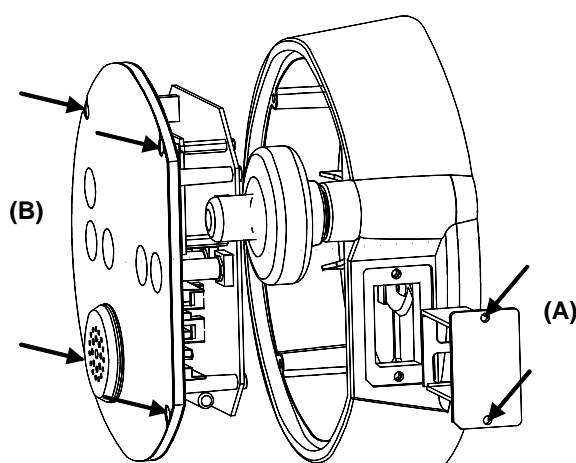

Figure 8-10
- Retirer les 2 vis (A) à l'aide de la clé Allen de 2.5 mm et tirer la porte-pile comme l'indique la Figure 8-10.
- Dévisser avec la clé Allen de 2.5 les 4 vis (B) du module d'affichage / traitement et le retirer du boîtier électronique, comme indiqué sur la Figure 8-10.
- Remettre le module d'affichage / traitement dans le boîtier électronique; serrer les 4 vis (B) de la Figure 8-10.
- Remettre en place le porte-pile et fixer les 2 vis (A) de la Figure 8-10.